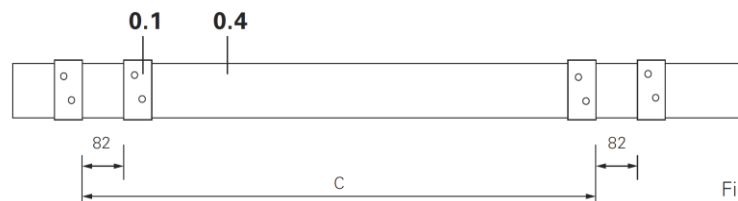

Fig. A1.02
L = разст. м/у скобите + max. 1.0 m бичмента (0.1) ( Fig. A1.02)
- За разстоянието вижте (Fig. A1.02)